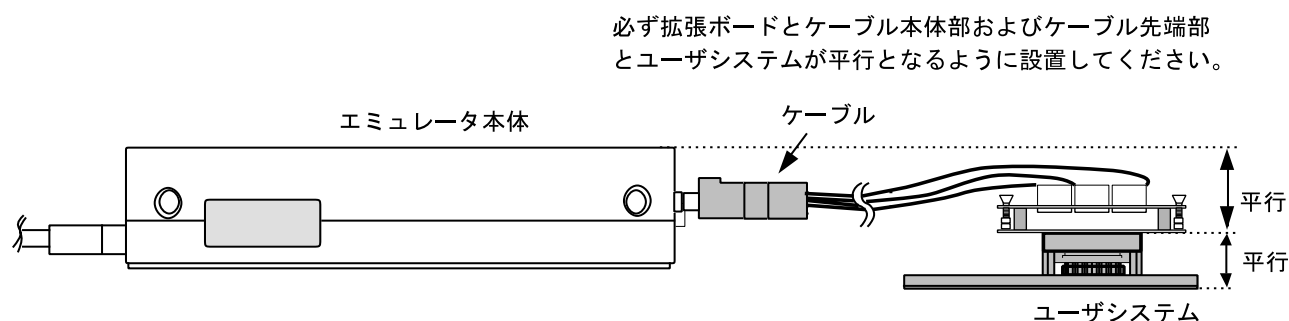

図11 設置例
- (1) ユーザシステムへの接続時には1ピン位置に十分注意して、誤接続は絶対にしないでください。
- (2) 本ユーザシステムインタフェースケーブルを使用する場合の推奨マウントパッド寸法は、MCU実装用マウントパッド寸法とは異なりますので注意してください。
- (3) 本ユーザシステムインタフェースケーブルは、HS2633EPI61Hエミュレータ専用ですので、他のエミュレータ本体には使用しないでください。
- (4) ケーブル本体部が断線する可能性がありますので、本ユーザシステムインタフェースケーブルの上に重いものや金属等の角の尖ったものを置かないでください。
- (5) ユーザシステムに接続した状態では、ユーザシステムインタフェースケーブル、特にケーブル先端部に無理な力が加わらないように注意する必要があります。図11の設置例を参照してご使用ください。